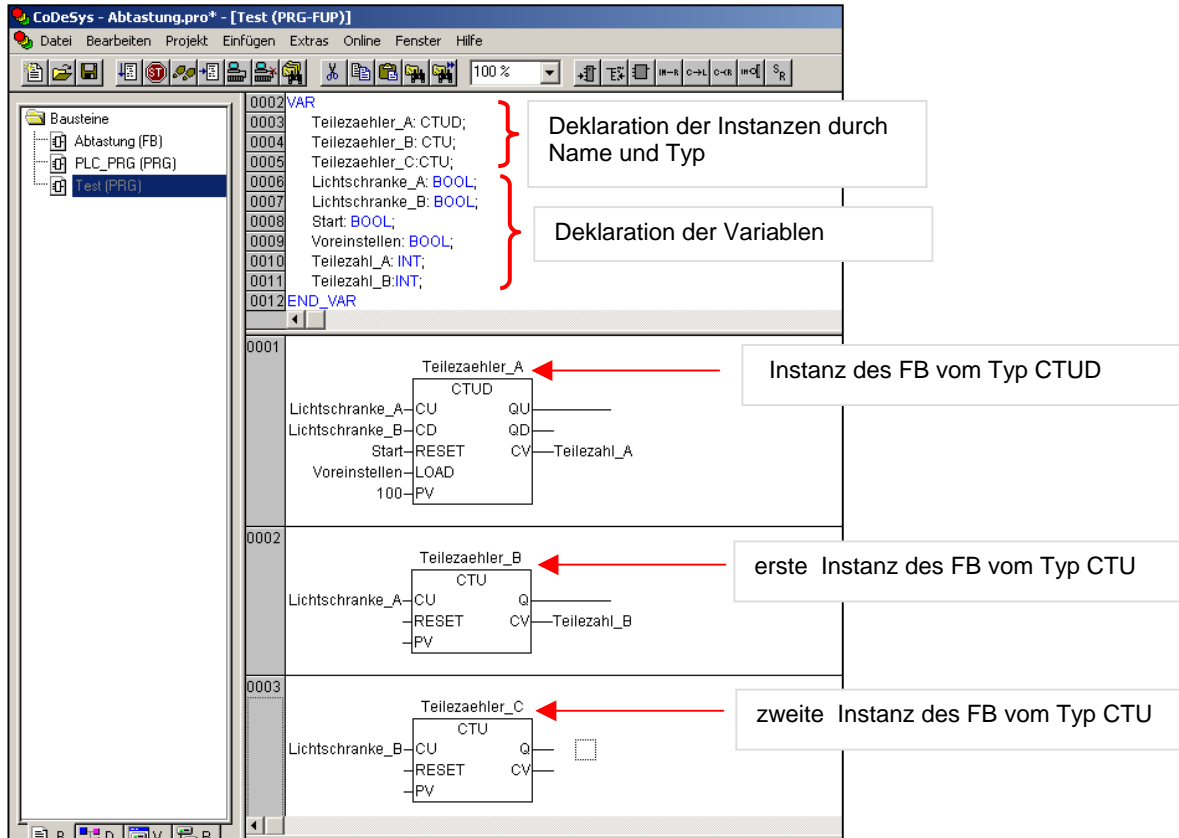

Bild 9-3: Beispiel für Instanziierung und Deklaration erforderlicher Variablen von FB
**Bild 9-3** zeigt die Ausführung beider Schritte bei unterschiedlichen Zählern.
Beispiele (siehe Bild 9-3):